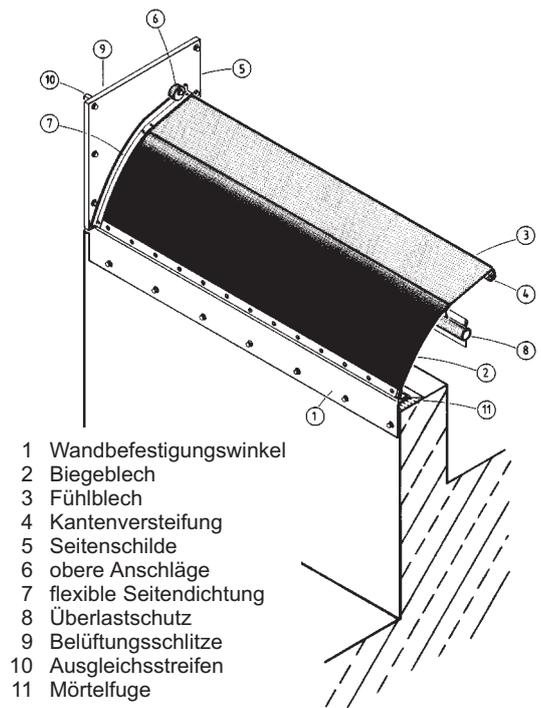
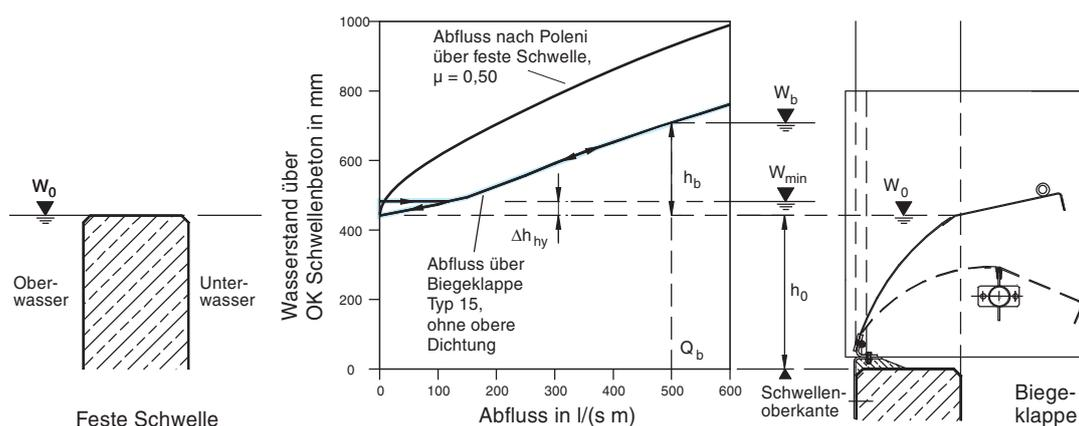

Bild 1: Teile der Biegeklappe
Bild 3: Abflussdiagramm einer Biegeklappe im Vergleich mit einer festen Schwelle
Der Aufbau der Biegeklappe ist in Bild 1 dargestellt. Der Wandbefestigungswinkel (1) hat einen L-förmigen Querschnitt. Er wird horizontal an die vorhandene oder neu erstellte Schwelle gedübelt. Die Höhe der Schwellenoberkante ist von dem verwendeten Typ der Biegeklappe, dem Bemessungsabfluss und dem gewünschten Wasserstand abhängig und wird von uns individuell berechnet, siehe auch Bild 3.
Bei langen Schwellen können mehrere Biegeklappe nebeneinander montiert werden. Spezielle Montagerahmen dienen in diesem Fall zur Befestigung der inneren Seitenschilder, in Bild 1 nicht gezeigt.
Ist der Entlastungswasserspiegel W_{\min} erreicht, bewirken die hydrostatischen Kräfte des Wassers ein leichtes Verbiegen des Biegebleches, bis die progressive Rückstellkraft die Klappe wieder ins Gleichgewicht bringt. Die Abflusskurve ist in diesem Zustand nahezu waagrecht, sieht Bild 3.